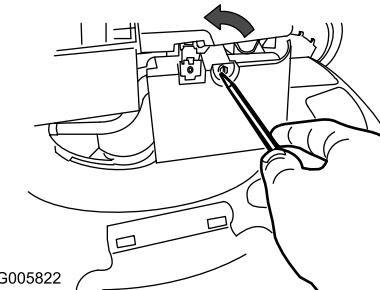

Figura 40
- Aprite il coperchio del filtro dell'aria con un cacciavite (Figura 40).